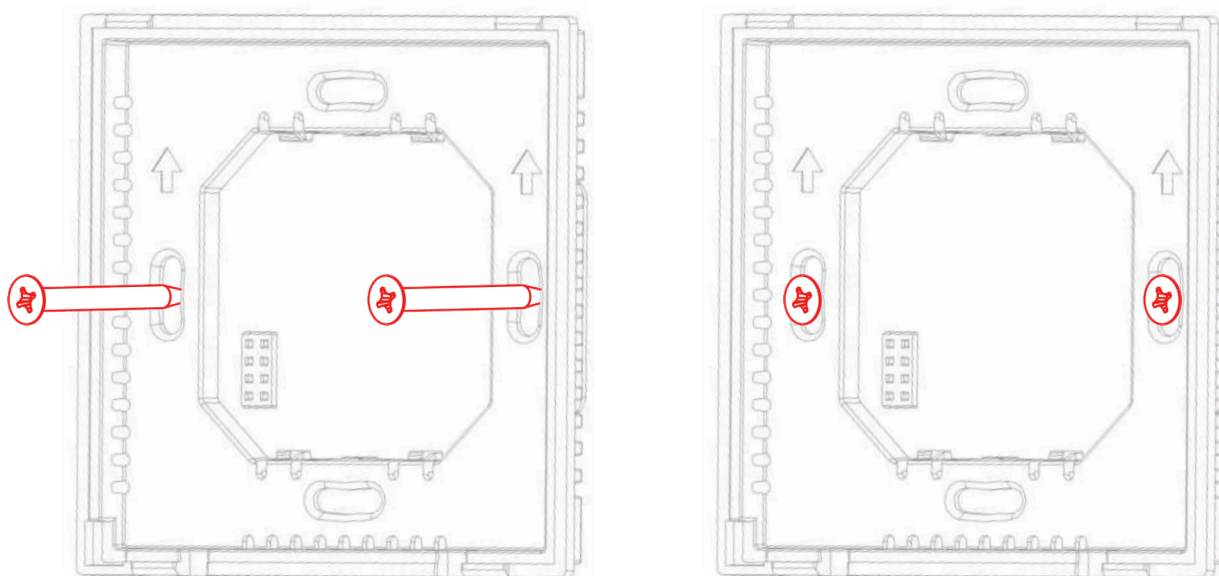

Рис. 5 Схема расположения винтов
- Вывод экранирующей оплетки (желто-зеленый провод) — к линии защитного заземления (PE) через внешний клеммный контакт.
4. Установите бокс в распаечную коробку и зафиксируйте двумя винтами, расположенными по горизонтальной оси (рис. 5).